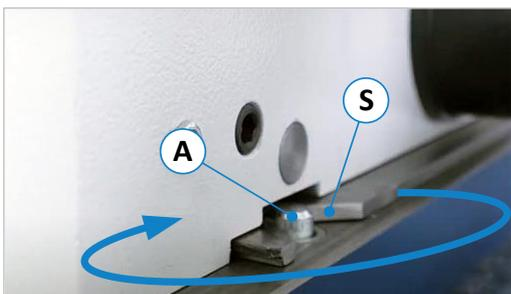

Figure 24 : enclencher le boulon
- Pour établir le parallélisme avec la table de la machine, tourner maintenant légèrement la butée jusqu'à ce que les pions de centrage cachés dans la vue, situés sur la face inférieure de la butée, s'enclencher dans les trous (B) sur la table de la machine (bruit de clic), voir ⇒ Figure 24.